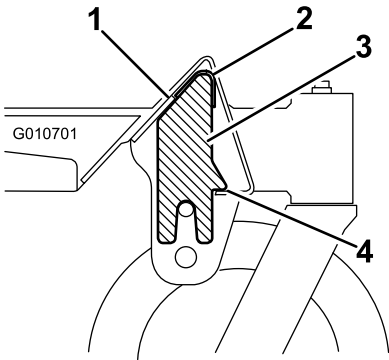

Figura 25
- Nota:** Al instalar el contrapeso delantero, deje que descansa en el borde delantero de la parte inferior del bastidor de la máquina, según se muestra en Figura 25. De esta manera el contrapeso queda apoyado mientras se sujeta a